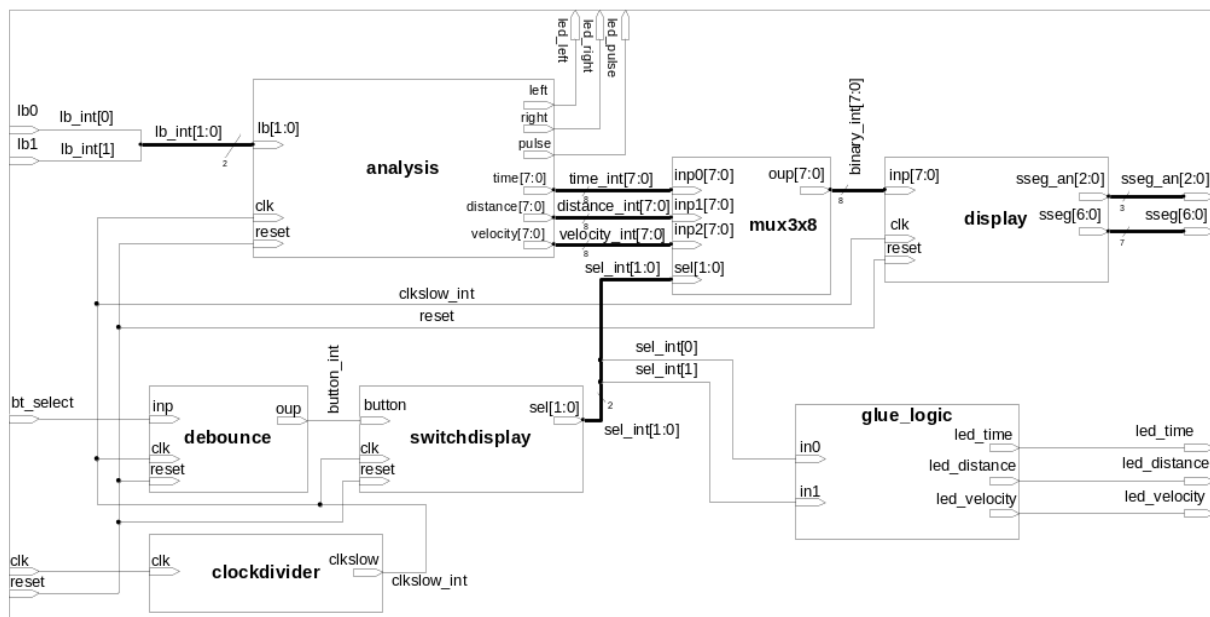

Abbildung 2: Top-Schema des Modules "motorproject".
3. Erstellen Sie in Sigasi ein neues Projekt mit dem Namen **Motorproject** im Projektordner **~/Praktika/DigDes/Motorproject**. Realisieren das Schema **motorproject_top** aus Abbildung 2 in VHDL im File **motorproject_top.vhd**. Die Eingänge und Ausgänge der Komponenten sind schon definiert. Achten Sie darauf, dass Sie die Namen der Komponenten und deren Ein- und Ausgängen **nicht** verändern. Dies ist sehr wichtig sonst passen später Ihre Blöcke nicht zusammen.